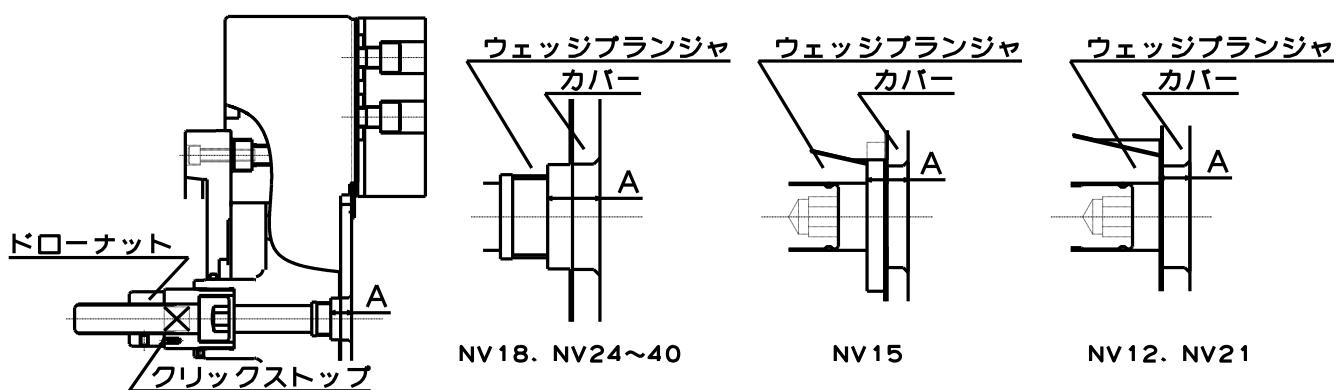

図 22
- ・ シリンダ前進端でのウェッジプランジャの適正位置は、図 22 の寸法 A が表 10 となる位置です。(NV18、NV24~40 はカバー表面からウェッジプランジャの六角穴付スクリュープラグ取付面までの距離、NV15 はカバー表面からウェッジプランジャのヌスミの端面まで距離、NV12、NV21 はカバー表面からウェッジプランジャの端面まで距離)